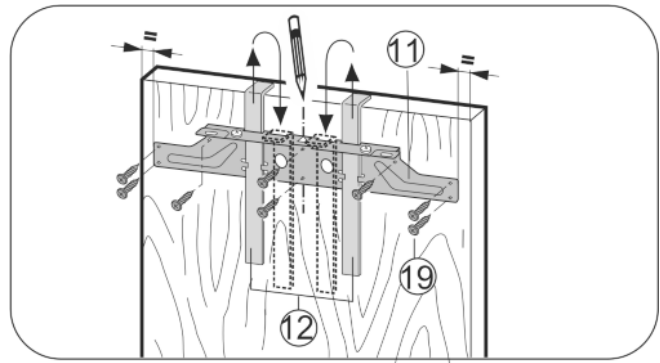

Fig. 26
- Bevestigingsdwarsstrip Fig. 26 (11) met de montagehulpstukken Fig. 26 (12) aan de binnenkant van de kastdeur hangen.
- Bevestigingstraverse Fig. 26 (11) op het midden van de deur uitlijnen.
- De bevestigingsdwarsstrip Fig. 26 (11) met minstens 6 schroeven Fig. 26 (19) vastdraaien.
- De bevestigingsdwarsstrip Fig. 26 (11) met 4 schroeven Fig. 26 (19) aan de rand vastschroeven.
- Trek de montagehulpstukken Fig. 26 (12) naar boven eruit en schuif ze gedraaid in de ernaast gelegen opnameopeningen.